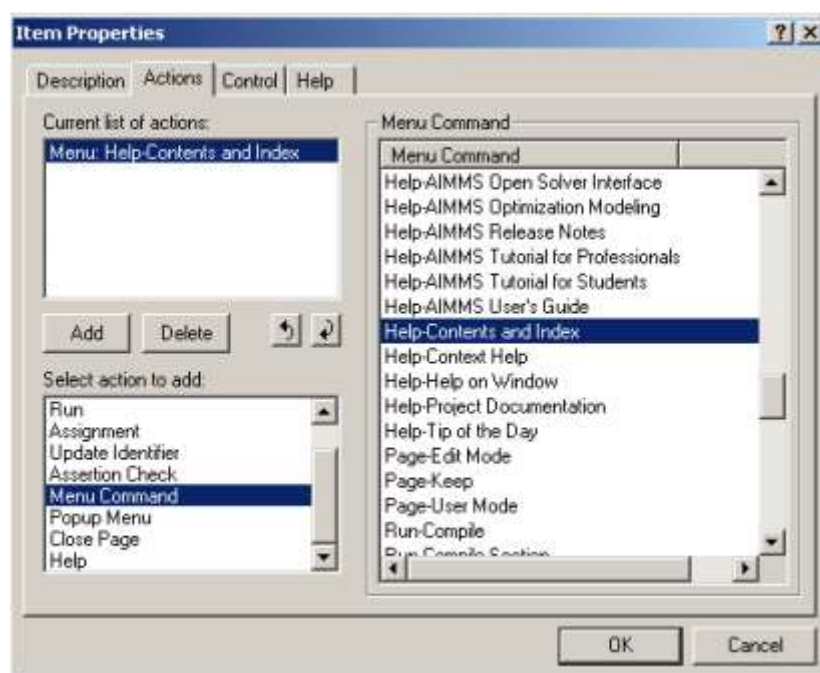

图 13.13: Menu Properties 对话框的 Action 标签
- 选择“Help-Contents and Index”输入（见图 13.13），然后